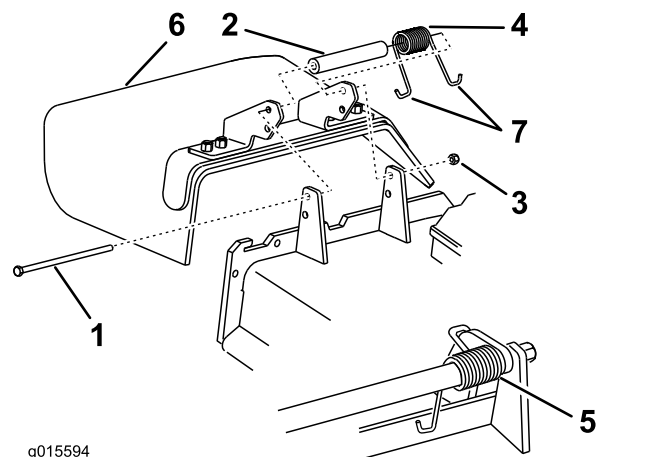

Figura 121
1. Togliete il dado di bloccaggio, il bullone, la molla e il distanziale che fissano il deflettore alle staffe orientabili del tosaerba (Figura 121).
2. Togliete il deflettore di sfalcio se è danneggiato o consumato (Figura 121).
**Nota:** Verificate che un'estremità a J della molla si trovi dietro il bordo del piatto di taglio prima di montare il bullone, come illustrato in Figura 121.
6. Infilate un'estremità a J della molla attorno al deflettore di sfalcio (Figura 121).